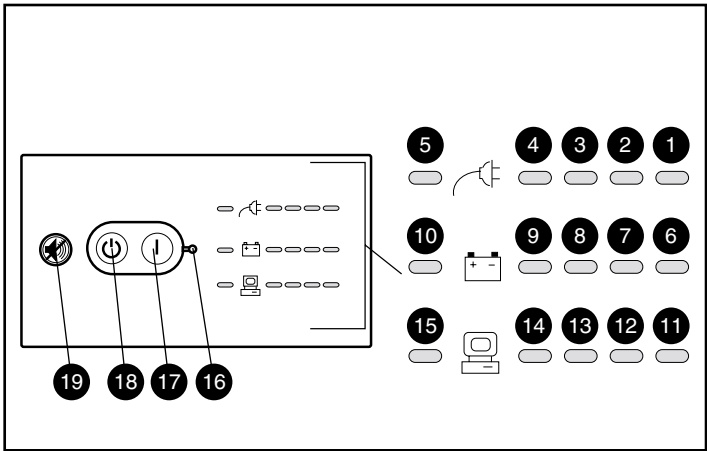

Abbildung 4-2. LED-Anzeigen und Bedienelemente auf der Vorderseite
1. Drücken Sie die Tasten EIN (❷) und TEST/RESET ALARM (❹) gleichzeitig, um die UPS in den Konfigurationsmodus zu setzen. Halten Sie die Tasten gedrückt, bis die Moduswahl durch ein akustisches Signal bestätigt wird.
3. Um festzustellen, ob der ausgewählte Konfigurationsparameter aktiviert oder deaktiviert ist, prüfen Sie LED 16 (❶). Wenn die LED leuchtet, ist der ausgewählte Parameter aktiviert.
4. Drücken Sie die Taste TEST/RESET ALARM (④) zum Umschalten des gewählten Konfigurationsparameters. Die UPS bestätigt dies durch ein kurzes akustisches Signal.
5. Drücken Sie die EIN-Taste (②), um die Konfigurationsparameter durchzugehen. Die UPS bestätigt dies durch ein kurzes akustisches Signal. Prüfen Sie die LED-Anzeige (siehe Abbildung 4-2. LED 1 blinkt, um anzuzeigen, daß Parameter 1 ausgewählt wurde, LED 2 blinkt, wenn Parameter 2 ausgewählt wurde usw.).
- ☐ Drücken Sie gleichzeitig die Tasten EIN (②) und TEST/RESET ALARM (④), oder
- ☐ Drücken Sie die EIN-Taste (②), nachdem auf Parameter 15 zugegriffen wurde.